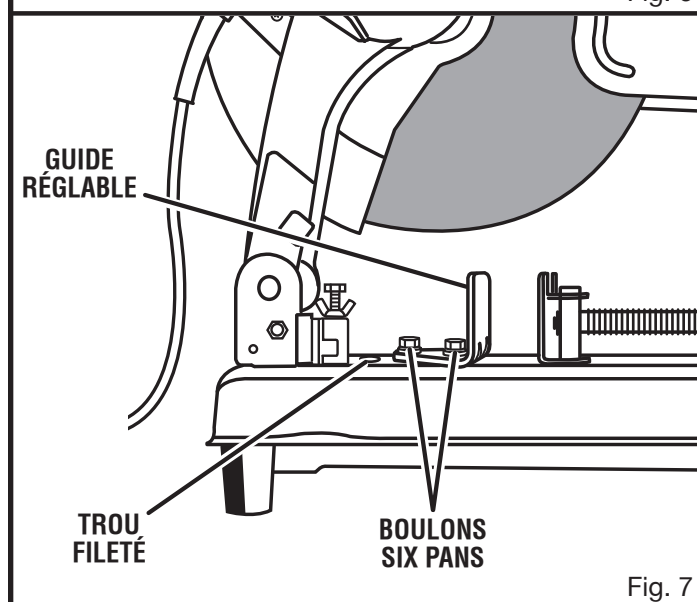

Fig. 7
- À l'aide de la clé fournie, desserrer les deux boulons six pans de fixation du guide réglable. Voir la figure 7.
Voir les figures 7 et 8.